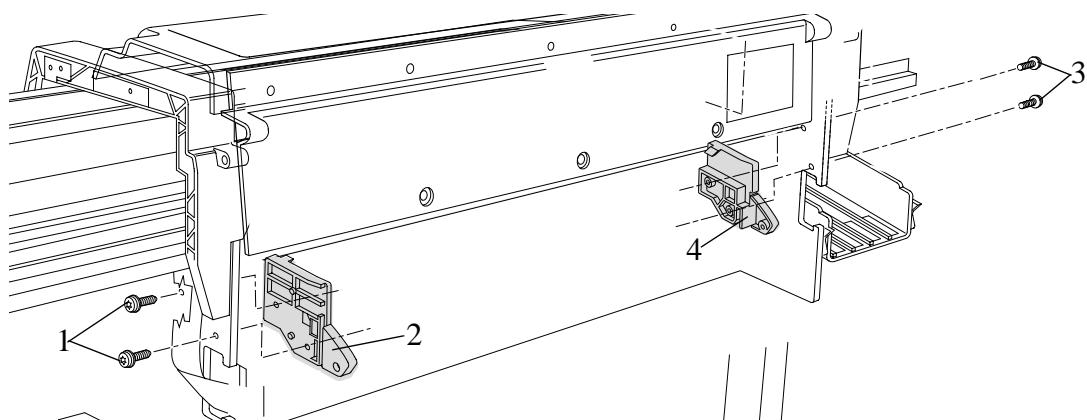

図 72: プラテンマウント
- 2 リアープラテンの左側のマウント (部品2) を固定している2本のT-15のネジ (部品1) を取り外します (図72参照)。
- 3 リアープラテンの右側のマウント (部品4) を固定している2本のT-15のネジ (部品3) を取り外します (図72参照)。